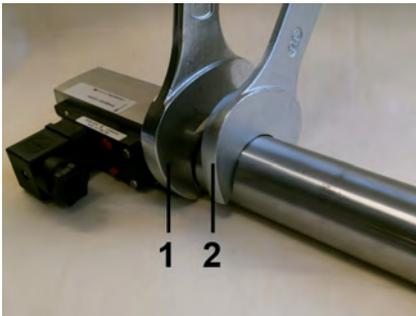

Abb. 11: Gerät einschrauben
- Mit passendem Maulschlüssel (Abb. 11/2) die Übergangverschraubung der Rohrleitung eindrehen. Dabei den Gerätekörper mit einem passenden Maulschlüssel (Abb. 11/1) gegenhalten